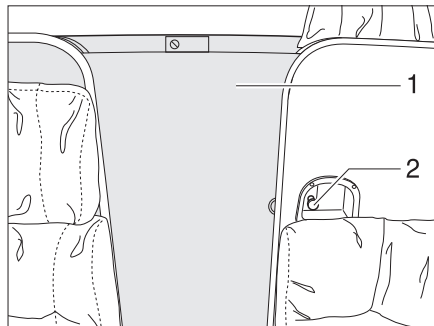
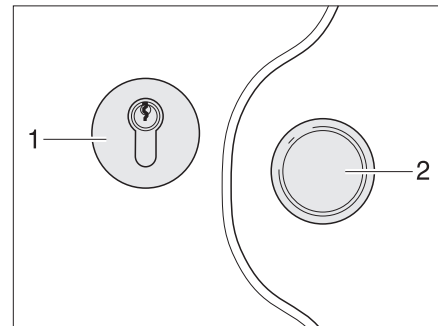

Fig. 57 Séparation pour la cabine de conduite
Fig. 58 Serrure de la cabine de conduite
- Déverrouiller la porte (Fig. 57,1) et la fermer.
- Faire tourner la poignée (Fig. 57,2) dans le sens inverse des aiguilles d'une montre jusqu'à ce que la porte soit verrouillée.
- Faire tourner la poignée (Fig. 57,2) dans le sens des aiguilles d'une montre jusqu'à ce que la porte soit déverrouillée.
- Ouvrir la porte (Fig. 57,1) et la verrouiller.
- Déverrouiller la porte (Fig. 57,1) et la fermer avec la poignée (Fig. 58,2).
- Insérer la clé dans le barillet (Fig. 58,1) et la tourner dans le sens des aiguilles d'une montre jusqu'à ce que la porte soit verrouillée.